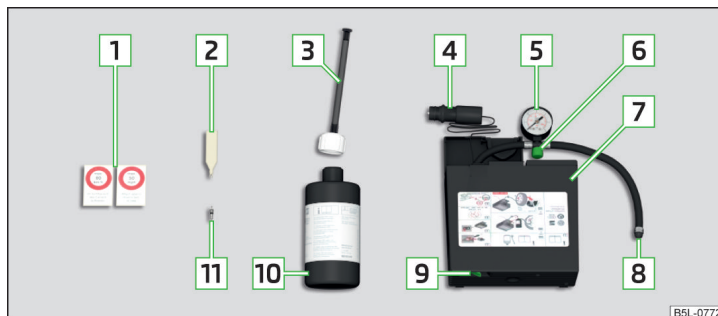

Fig. 177 Descrierea setului de pană
- Montați cheia de ventile **[2]** » **fig. 177 la pagina 166** pe ventil, astfel încât ventilul să intre în fanta cheii de ventile.
- Scuturați de câteva ori bine recipientul **[10]** » **fig. 177 la pagina 166**.
- Înșurubați bine furtunul de umplere **[8]** » **fig. 177 la pagina 166** pe ventil.
- Lipiți autocolantul corespunzător **[1]** » **fig. 177 la pagina 166** pe planșa de bord, în câmpul vizual al șoferului.